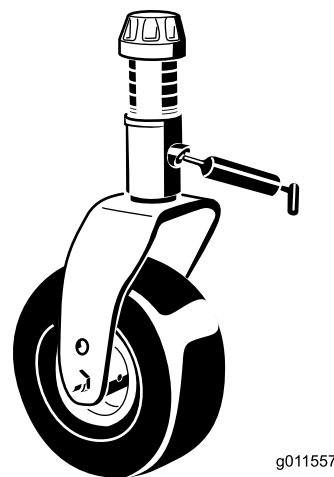

Figura 69
- 2 boccole dell'albero della forcella della ruota orientabile (Figura 69)